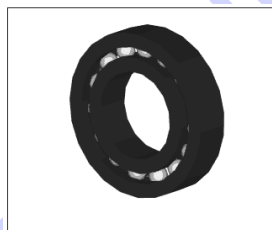

图 15-100
(67) 移动处理。单击  按钮或者在命令行直接输入 move，将上述实体移动到合适的位置。
(68) 渲染处理。单击  按钮或者选择 View→Render→Render 命令。选择合适的材质，结果如图 15-100 所示。